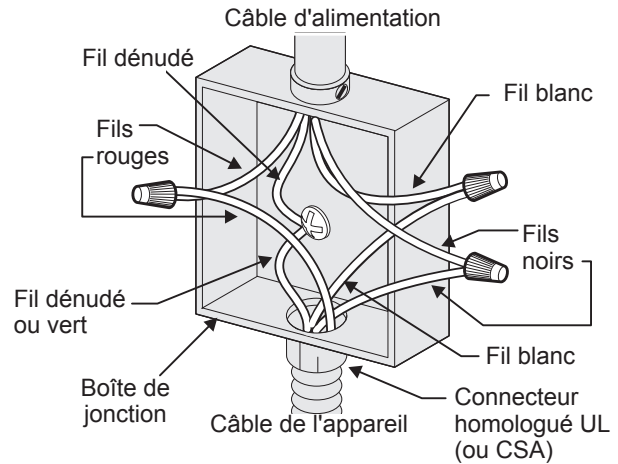

Figure 6
**Aux endroits où les codes locaux l'interdisent, ou si vous raccordez à un système électrique à quatre conducteurs, ne raccordez pas le conducteur de mise à la terre du châssis au fil neutre (blanc) de la boîte de jonction (voir figure 6):**